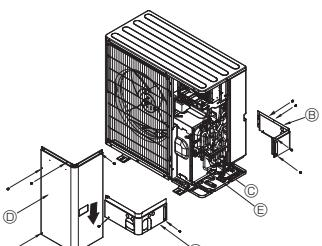

Fig. 5-3
5.3. Kältemittelrohrleitung (Fig. 5-3)
- ① Die Verbindungen der Kältemittelleitungen für die Innen-/Außenanlage ausführen, wenn das Absperrventil der Außenanlage vollständig geschlossen ist.
- ② Lufterreinigung unter Vakuum vom Innengerät und dem Rohrleitungsanschluss aus.
- ③ Kontrollieren Sie nach dem Anschließen der Kältemittelrohrleitungen die angeschlossenen Rohre und die Innenanlage auf Gasaustritt. (Siehe 5.4. Verfahren zum Prüfen der Rohre auf Dichtigkeit.)
- ④ Eine Hochleistungs-Vakuumpumpe wird an der Wartungsheit des Sperrventils verwendet, um ein Vakuum für eine geeignete Zeit (mindestens eine Stunde zu erzeugen, nachdem -101 kPa (5 Torr) erreicht sind, um das Rohrinnere vakuumbetrocken. Prüfen Sie immer die Stärke des Vakuums am Kaliber des Rohrverteilers. Wenn Feuchtigkeit Rohr verbleibt, wird die erforderliche Stärke des Vakuums bei kurzer Vakuumanwendung manchmal nicht erreicht. Nach der Vakuumtrocknung öffnen Sie die Sperrventile vollständig (sowohl für Kältemittel als auch für Gas) für das Außengerät. Auf diese Weise werden die Kältemittelzuleitungen von Innen- und Außengeräten vollständig miteinander verbunden.
- ⑤ Dichten Sie die Seiten der Wärmedämmung um die Leitungsabschlüsse herum mit einem Dichtungsmittel ab, um zu verhindern, dass Wasser in die Wärmedämmung eindringt.